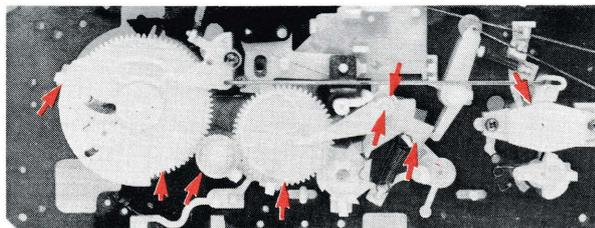

Fig. 4
- La figure 4 rappelle les points de graissage